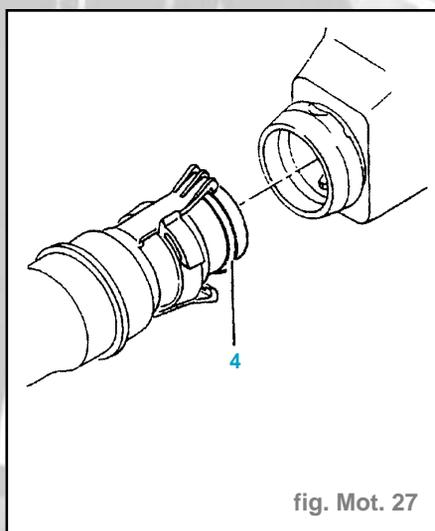

fig. Mot. 27
- Positionner un joint neuf (4) au fond de l'embout mâle.
- Mettre le joint (4) en position en le faisant rouler d'un tour sur lui-même (fig. Mot. 27).